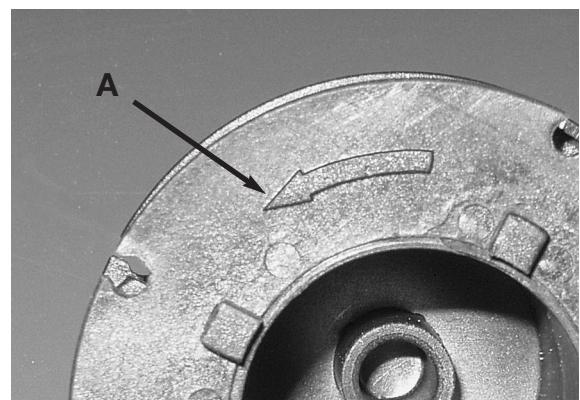
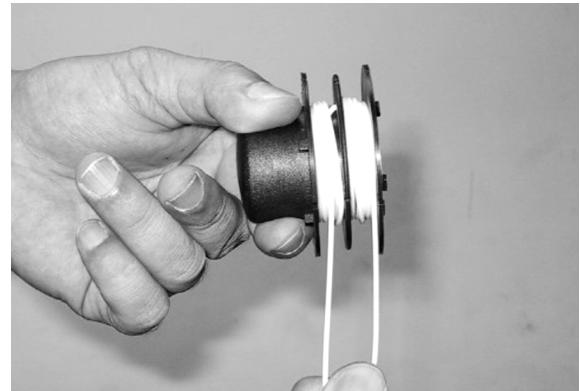

Fig. 21
Fig. 22
5. Enrolle el fil de manera apretada y limpia sobre la bobina. El fil debe enrollarse en el sentido de la flecha (A) impresa en la bobina, cada mitad separada por el divisor (Fig. 21). Continúe enrollando y apretando hasta que quede alrededor de 6" de longitud. (Fig. 22).